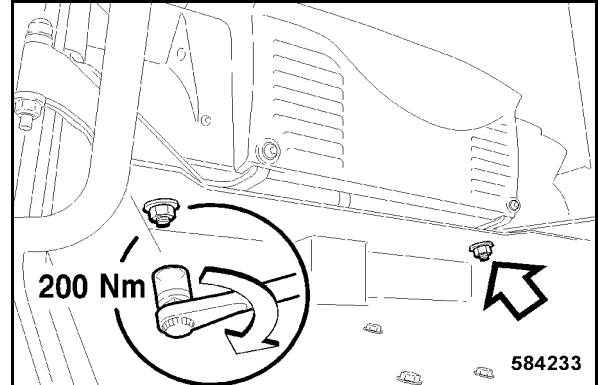

fig. 214
- Visser un écrou muni d'une rondelle sur les deux goujons filetés et les serrer à un couple de 200 Nm (fig. 214).